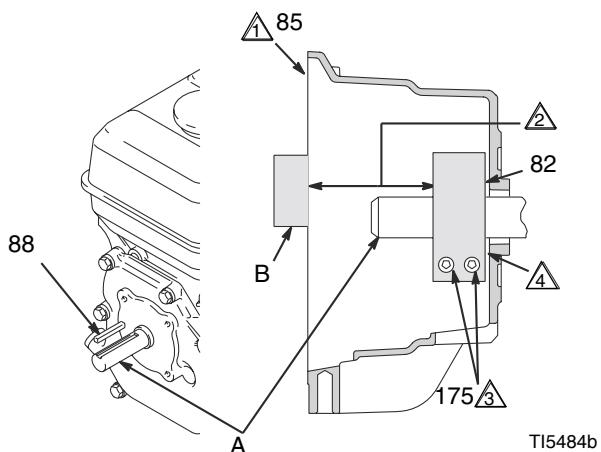

Рис. 9
- Рис. 9. Открутите два винта (175) зажима (82),
- Вставьте отвертку в паз (82) и выньте зажим.
- Рис. 9 Установите шпонку вала двигателя (88)
- Легкими ударами пластмассового молотка, насадите зажим (82) на вал двигателя (A). Выдерживайте размер, указанный в примечании 2. Фаска должна быть заподлицо с двигателем.
- Проверьте размеры: положите жесткую прямую стальную пластину (B) на поверхность корпуса муфты сцепления (5). При помощи точного прибора, измерьте расстояние между пластиной и поверхностью зажима. При необходимости, выполните регулировку зажима. Затяните два винта (175) с усилием 14,1 +1,1 Н·м.